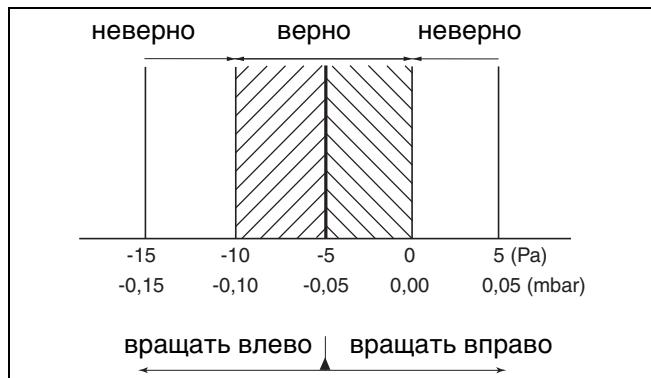

Рис. 82 Разница газ/воздух при низкой нагрузке
- Снять показание разницы давления в сервисном режиме. Разница давления ($p_{газ} - p_{воздух}$) должна составлять -5 Па ($\pm 5 \text{ Па}$) (индикация на измерительном приборе: -10 до 0 Па) (рис. 82).